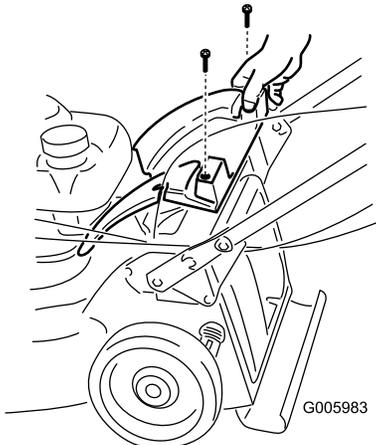

Figure 5
2. Retirez les deux vis de fixation du couvercle arrière et déposez ce dernier (Figure 5).